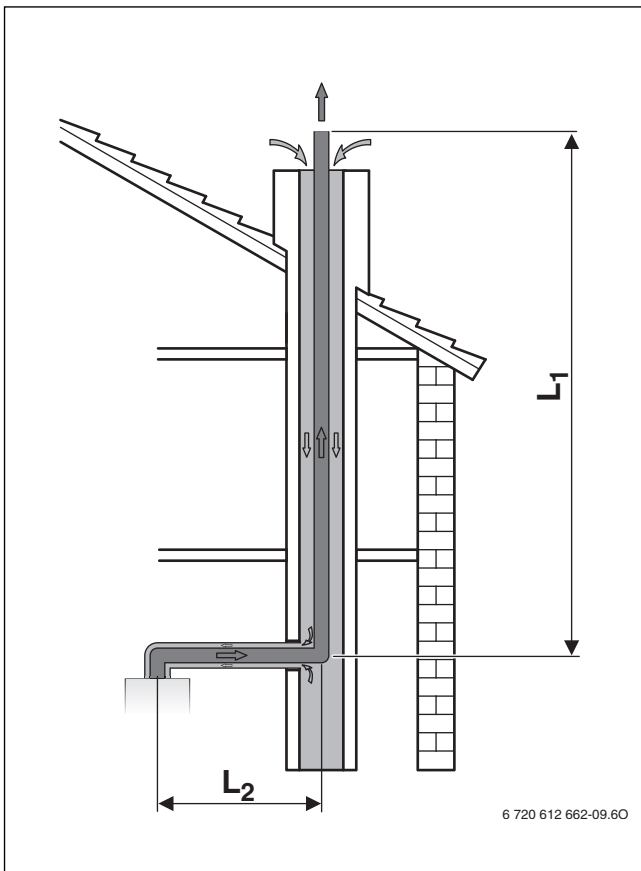

Fig. 18 Configuration C₉₃
- Si l'air de combustion est alimenté par le conduit à contre-courant (→ fig. 18 et 19), le conduit doit être nettoyé.